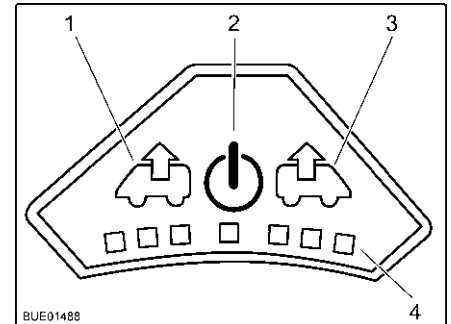

Bild 134 Fläktrglage
Slå på: ■ Tryck på på/av-knappen (Bild 134,2). Fläkten går i komfortläge (vädring med lägsta fläktvarvtal).
Avluftning: ■ För att höja fläktvarvtalet: Tryck på vädringsknappen (Bild 134,1). Fläktvarvtalet i vädringsriktningen ökar en nivå. Lampor (Bild 134,4) visar de olika nivåerna.
■ För att minska fläktvarvtalet: Tryck på ventilationsknappen (Bild 134,3). Fläktvarvtalet minskar en nivå.
- För att höja fläktvarvtalet: Tryck på ventilationsknappen (Bild 134,3). Fläktvarvtalet i ventilationsriktningen ökar en nivå. Lampor (Bild 134,4) visar de olika nivåerna.
- För att minska fläktvarvtalet: Tryck på vädringsknappen (Bild 134,1). Fläktvarvtalet minskar en nivå.
- Tryck på på/av-knappen (Bild 134,2). Fläkten stannar och lamporna släcks.